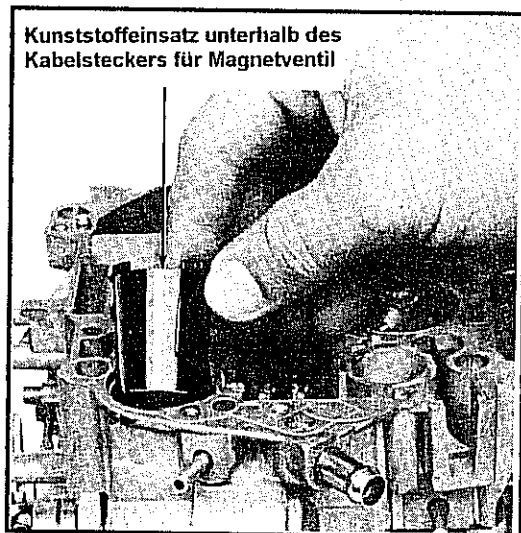

Abb. 2-106 Einsetzen des Kunststoffeinsatzes
- Falls vorgefunden Kunststoffeinsatz zum Schutze des Magnetventils verwenden. Siehe Abb. 2-106. Einsatz entsprechend der Aufnahme und Ansetzpunkte anbringen.